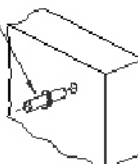

Рис. 3
1. К бокам, при помощи саморезов 3,5x16, установить штангодержатели (рис. 3) и установить в них штангу. Высоту крепления штанги определить по своему желанию.
2. При наличии в изделии полок вставить полкодержатели и установить на них полки (рис. 3).